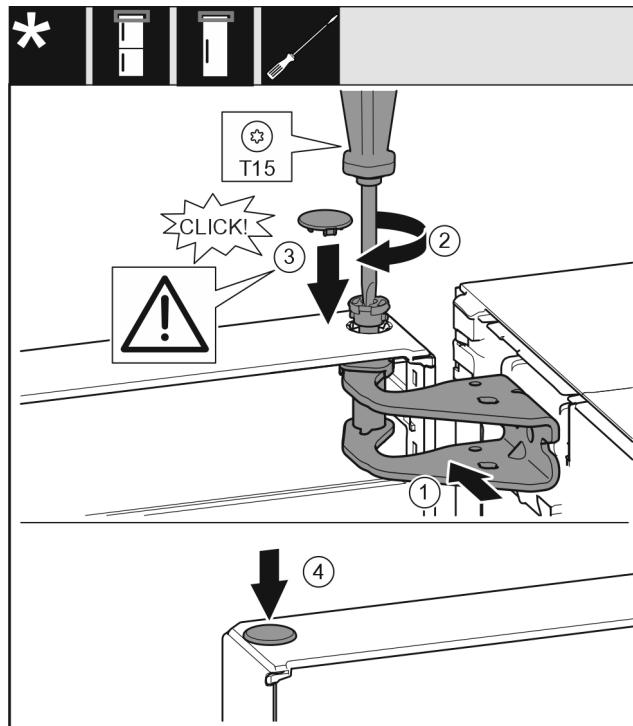

Fig. 21
- ▶ Allineare la porta in alto all'apertura nel blocco di supporto. Fig. 21 (1)
- ▶ Inserire i perni Fig. 21 (2) e stringerli con un cacciavite.
- ▶ Montare la copertura del fusibile Fig. 21 (3) sul fusibile della porta: Inserire la copertura del fusibile e controllare se appoggia sulla porta. Altrimenti inserire completamente i perni.
- ▶ Inserire il tappo Fig. 21 (4).